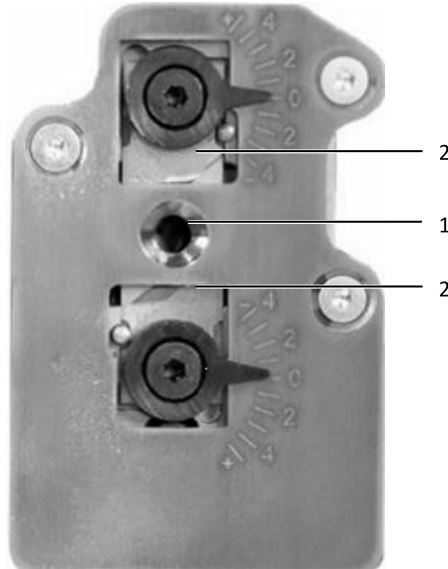

Abb. 19: Abisoliereinheit
- Reinigen Sie den Bereich um die Bohrung (Abb. 19, Pos. 1) mit einem Pinsel.
- Prüfen Sie die Messer (Abb. 19, Pos. 2). Bei Bedarf wechseln Sie die Klingen (vgl. Abschnitt 8.3 „Abisoliermesser wechseln“).